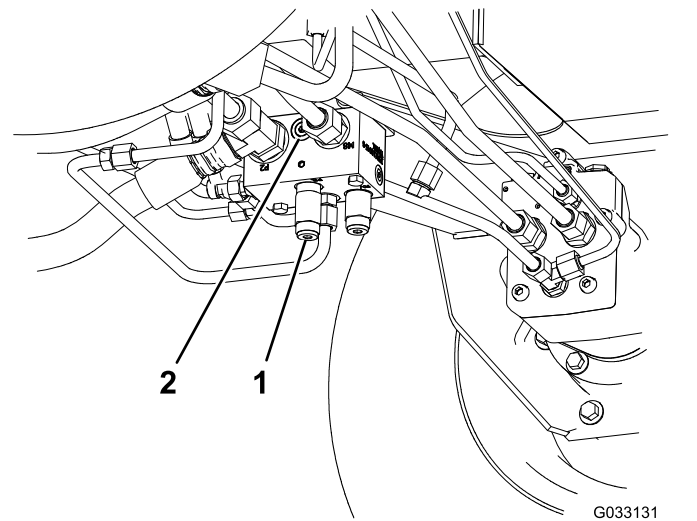

Figura 75
- N. cat. Toro 95-0985, raccordo di accoppiamento (2)
- N. cat. Toro 340-77, raccordo idraulico (2)
1. Montate un raccordo diagnostico nel foro non marcato situato tra i fori M8 e P2 sul collettore della trazione posteriore (Figura 75).